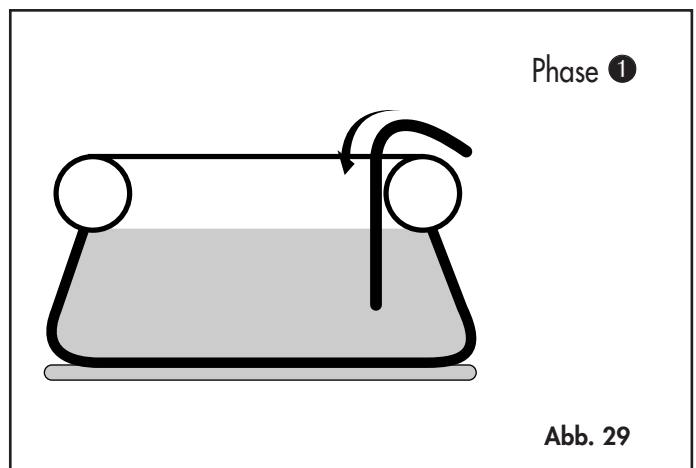

Abb. 29
- ◆ Nehmen Sie einen Gartenschlauch, der für den untenstehenden Vorgang lang genug ist, Abb. 29.
- ◆ Tauchen Sie den ganzen Schlauch **senkrecht** ins Wasser: Phase ①.